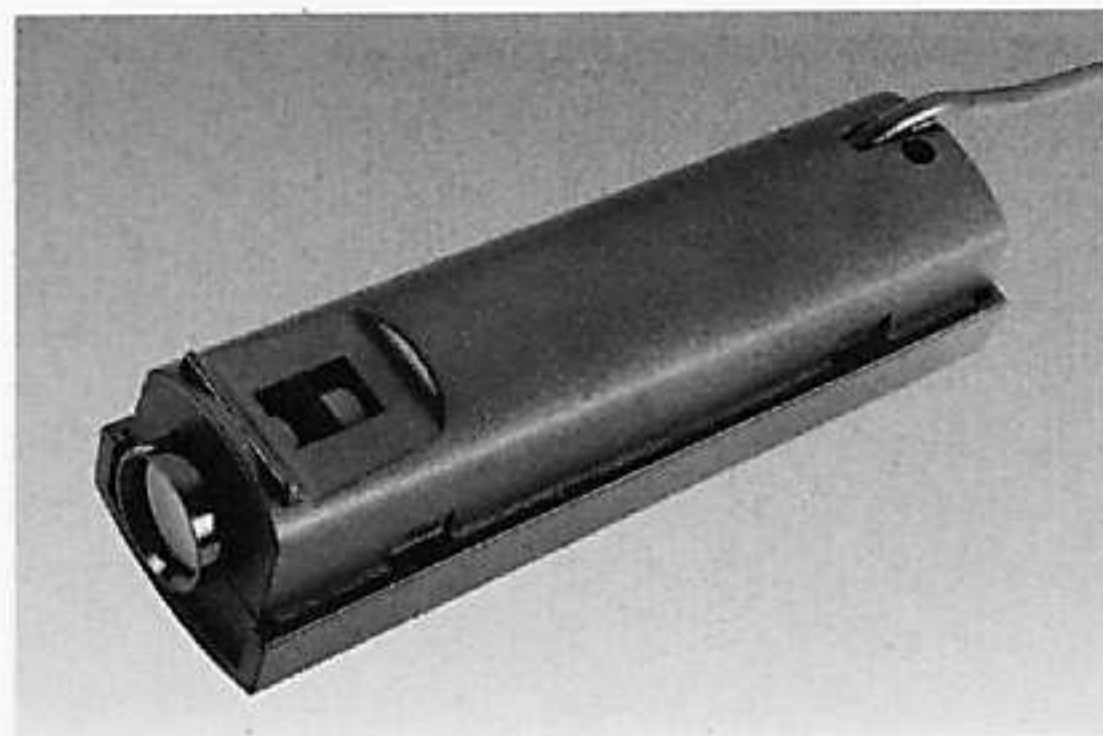

Bild 7
Die Kabelfernbedienung des PRADOVIT P 600 ist mit einem Lichtzeiger ausgestattet. Mit Hilfe eines Lichtpfeils kann damit auf kleine Details im projizierten Bild hingewiesen werden. Durch Druck auf die Taste (21) wird der Lichtzeiger eingeschaltet. Mit Hilfe des Schiebers an der Unterseite der Kabelfernbedienung kann der projizierte Lichtpfeil scharfgestellt werden (Bild 7).
The cable remote-control of the PRADOVIT P 600 is equipped with a light pointer. It is possible to point to small details in the projected picture using the luminous arrow. Switch on the light pointer by pressing the pushbutton (21). You can adjust the focus of the projected luminous arrow using the slide (Fig. 7).
La télécommande à câble du PRADOVIT P 600 est équipée d'un indicateur lumineux. La flèche lumineuse permet d'attirer l'attention sur certains petits détails de l'image projetée. L'indicateur lumineux se met en marche en appuyant sur la touche (21). La mise au point de la flèche lumineuse projetée se fait à l'aide du curseur qui se trouve sous la télécommande à câble (figure 7).